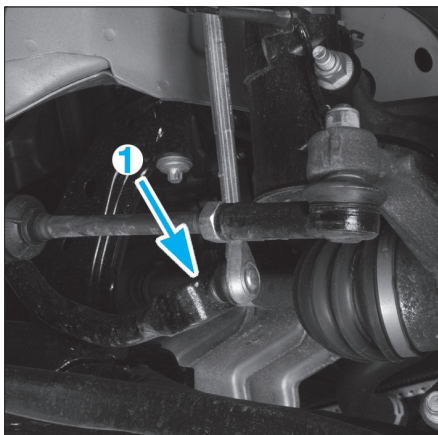

Fig. 5
- Déposer l'écrou (1) de la biellette de barre stabilisatrice (Fig.5).